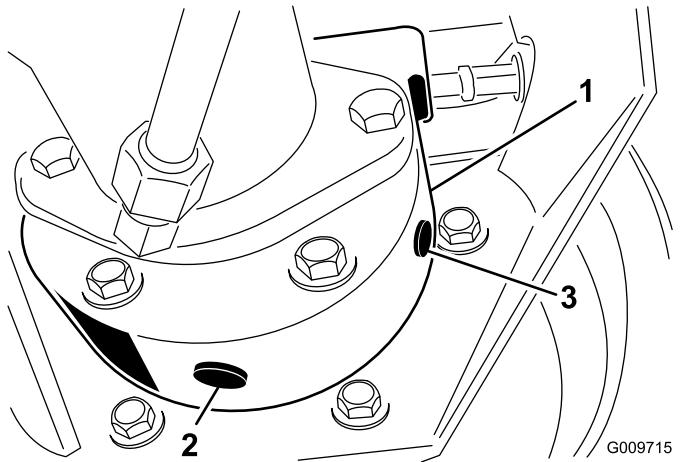

図 54
3. ブレーキハウジングの下にオイルを受ける容器を置き、プラグを外してオイルを抜く図 54。